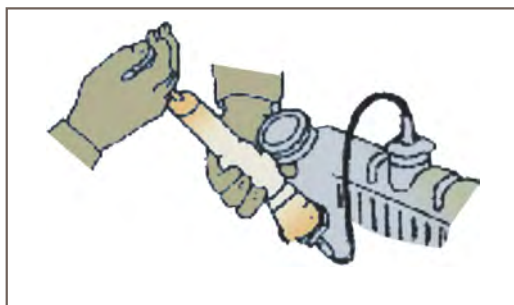

图 2-235 检查密封压力
- ② 检查气阀和气阀座，如果有变形或凹陷则需更换。
- ③ 查看气阀与气阀座之间的水垢积聚情况，并清除所沉积的水垢等。
- ④ 检查密封压力和真空安全阀的工作情况（图 2-235）。